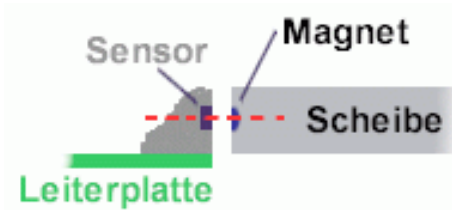

Abbildung 6 Korrekte Ausrichtung von Magnetring und Sensor.
- Dabei darauf achten, dass sich die Magnete in dem Magnetring auf Höhe des Sensors befindet, siehe Abbildung 6 auf der nächsten Seite.